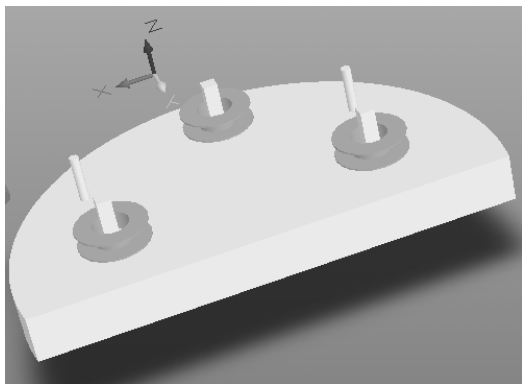

图 11-71 删除定位基准线
2) 单击菜单栏中的“工具”→“3D 体放置”→“删除捕捉点”命令，依次单击设置的捕捉点，删除所有基准线，结果如图 11-71 所示。
(10) 放置定位孔